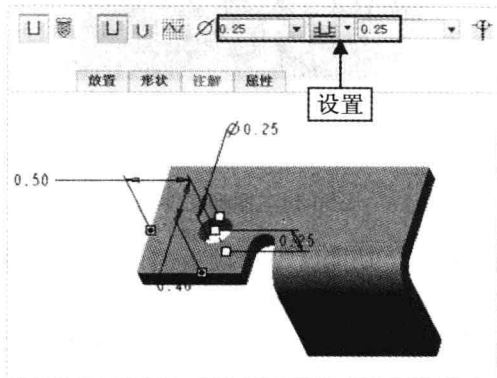

图 6-7 设置参数 2
Step 05 分别在“孔”选项卡的“直径”数值框和“深度值”数值框中输入 0.25 和 0.25, 如图 6-7 所示。